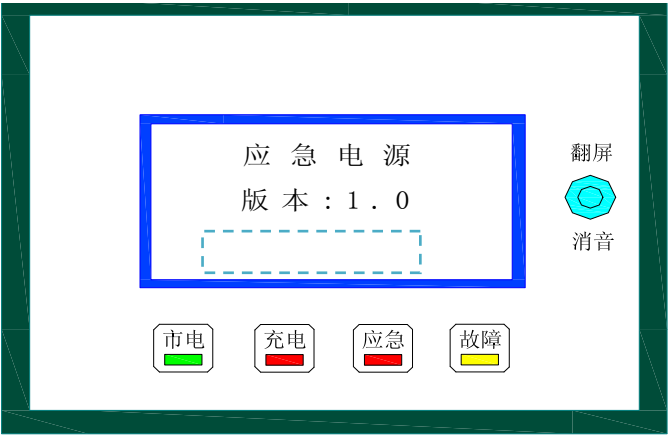

图 1:
- ① 系统启动后，就进入图 1，图 1 为 EPS 开机后显示的第一屏，指示灯以实际显示为准。